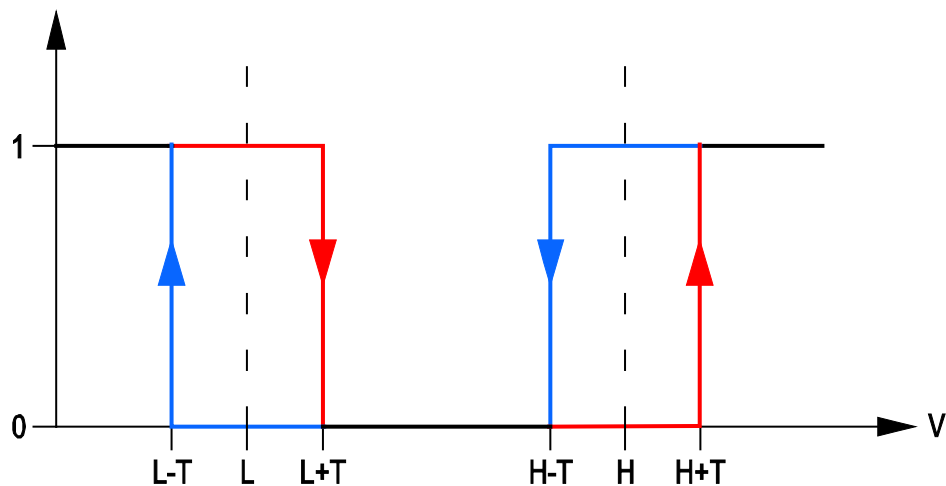

Рис. 10. Способ работы аналогового входа. 0 – отсутствие нарушения. 1 – нарушение.
- напряжение на аналоговом входе должно быть ниже порога L (минус допустимый предел отклонения) или выше порога H (плюс допустимый предел отклонения), чтобы модуль зарегистрировал превышение запрограммированного значения (см.: рис. 10).
- напряжение на аналоговом входе должно быть выше порога L (плюс допустимый предел отклонения) или ниже порога H (минус допустимый предел отклонения), чтобы модуль зарегистрировал конец нарушения (см.: рис. 10).